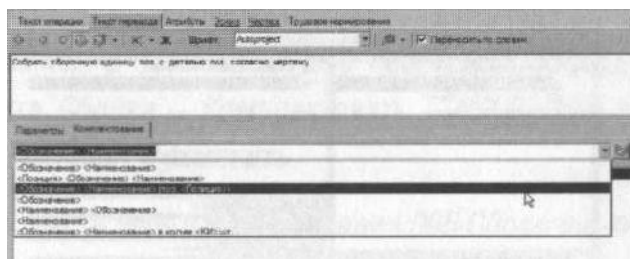

Рисунок 109
29. Нажмите на кнопку  списка и разверните его. В списке выберите следующую форму записи ДСЕ, участвующей в переходе: <Обозначение> <Наименование> (поз. <Позиция>) (рис. 109).